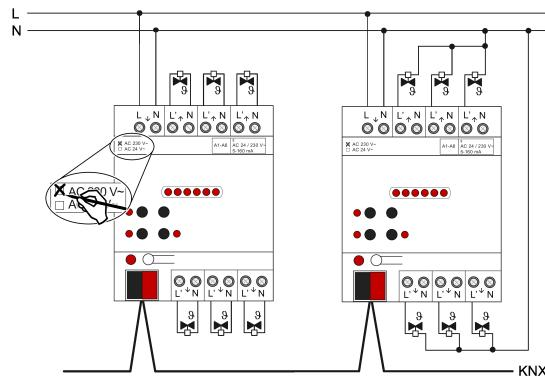

Figura 3: Conexión para accionamientos reguladores AC 230 V (ejemplos de conexión)
- Conectar los accionamientos reguladores AC 230 V según el plano de conexiones (véase figura 3). Los conductores neutros de los accionamientos reguladores se pueden conectar, bien directamente a los terminales N de las salidas del actuador de calefacción (ejemplo de conexión izquierda), o alternativamente de forma conjunta a un potencial N adecuado (p.ej. terminal de con-